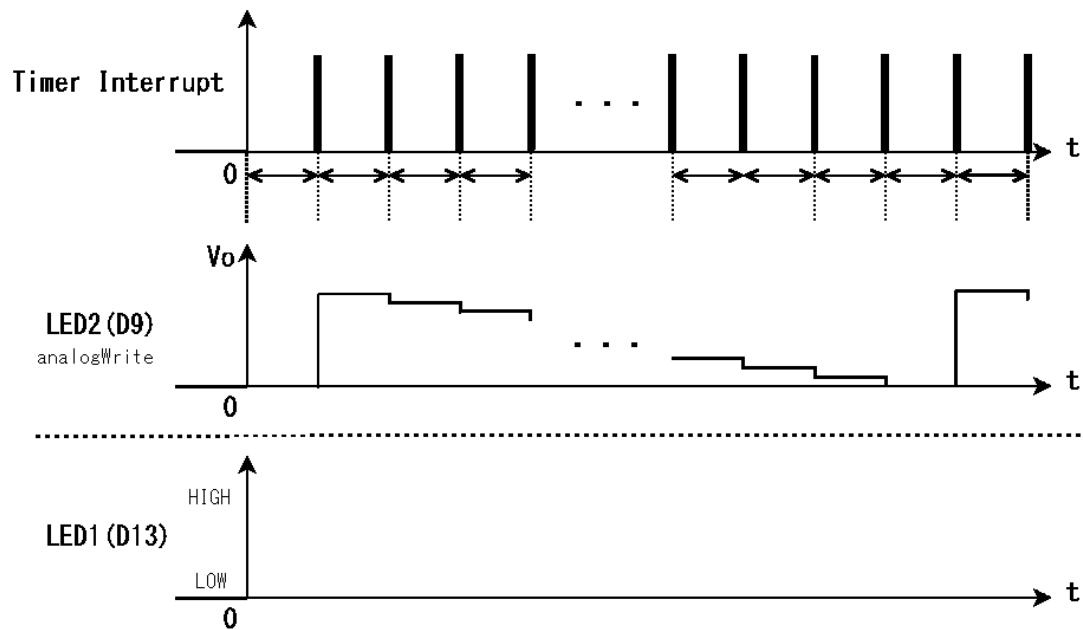

図 2.64 タイマ割り込みによる LED の点滅
- ・タイマ割り込み : 5 秒(5000ms)の間に発光状態から消灯状態へフェイドアウトを繰り返すプログラムを作成せよ。さらに、図 2.64 の割り込み周期、LED2, LED1 の信号変化の様子をグラフに記入せよ。